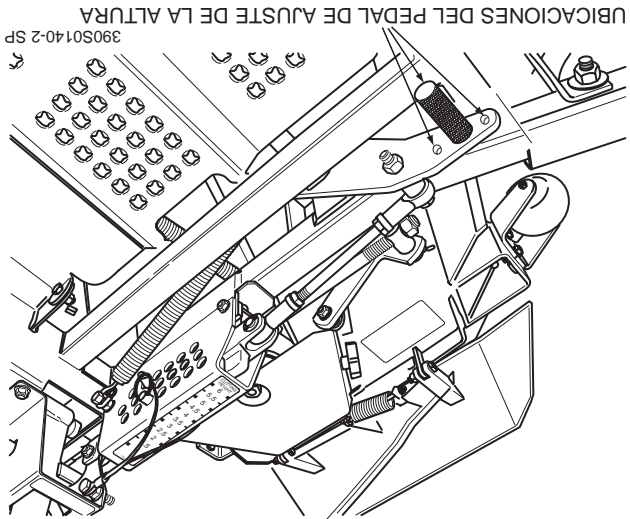

Figura 4-9 Ubicaciones del pedal de ajuste de la altura
3. El pedal de ajuste de altura se puede colocar en (3) tres diferentes posiciones para la comodidad y control del operador. Vea la Figura 4-9.